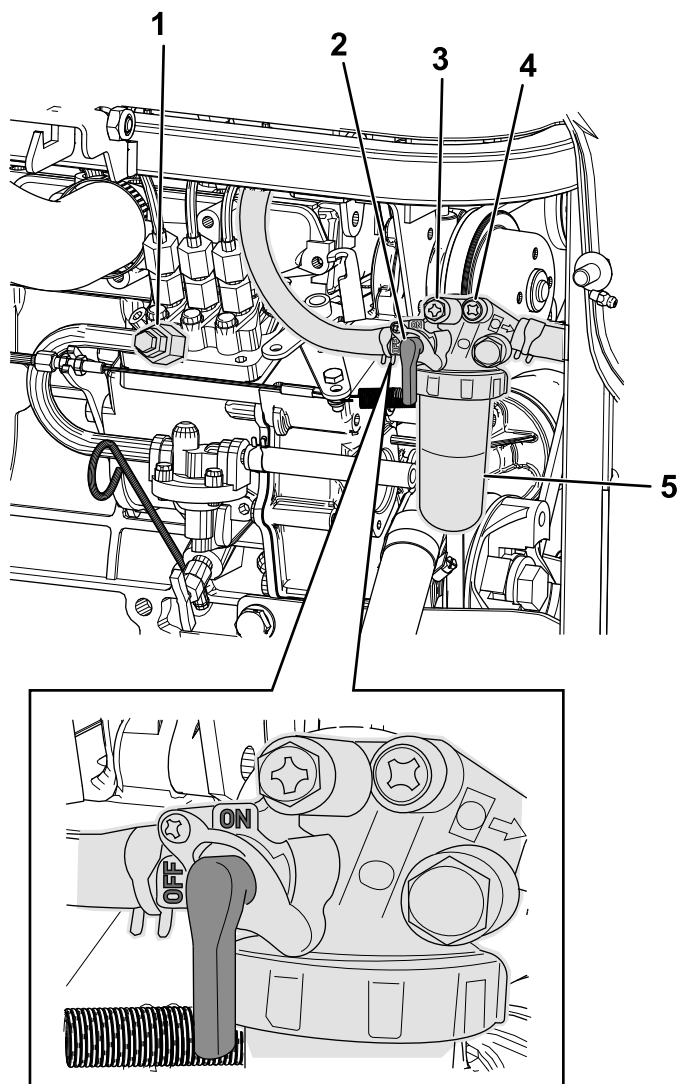

Figura 59
7. Confirme que la palanca de filtro del combustible esté en la posición de ENCENDIDO (Figura 59).
8. Abra el primer tornillo de purga de aire de la bomba de inyección de combustible (Figura 59).
10. Una vez que el combustible empieza a salir, apriete el primer tornillo de purga de aire (Figura 59).
11. Abra el segundo tornillo de purga de aire de la bomba de inyección de combustible (Figura 59).
13. Una vez que el combustible empieza a salir, apriete el segundo tornillo de purga de aire (Figura 59).
7. Gire la palanca del filtro de combustible a la posición de ENCENDIDO (Figura 59).